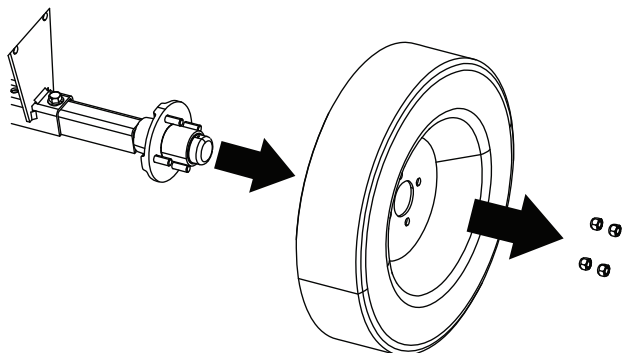

Figure 36
2. Retirez les 4 écrous qui fixent la roue sur le moyeu (Figure 36).